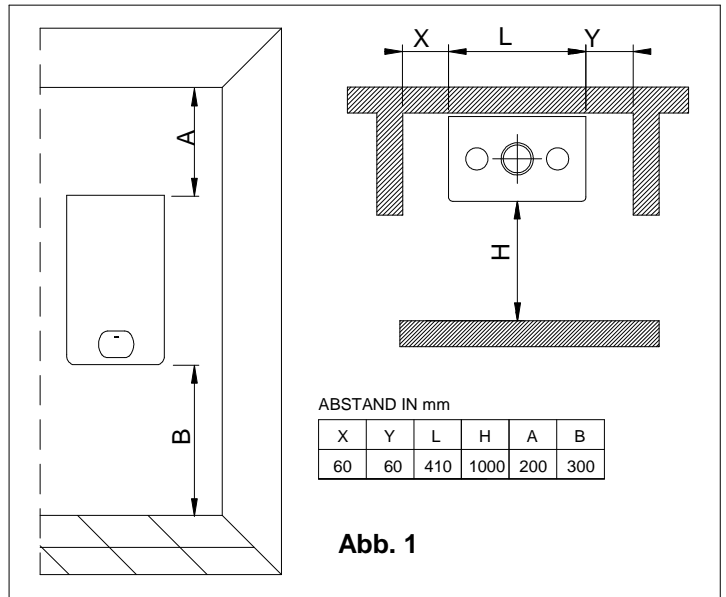

Abb. 1
**A.** Das eingepackte Gerät auf den Boden hinlegen (Abb. 1), sodass der nach oben zeigende Pfeil nach unten gedreht ist, die vier Klammern entfernen und die vier Flügel der Schachtel nach außen klappen.
Um einen Zugang zum Inneren des Gerätes für das Ausführen der Wartungsarbeiten zu ermöglichen, ist es notwendig die Mindestabstände einzuhalten, die in der Abbildung 1 angegeben sind.